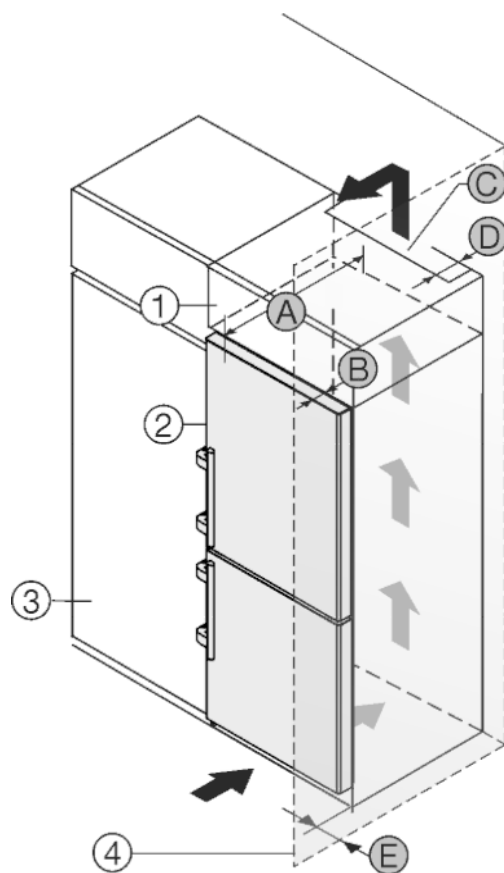

Fig. 12
Spotřebič lze zabudovat do kuchyňských skříní. K vyrovnání spotřebiče *Fig. 12 (2)* na výšku kuchyňské linky lze na přístroj nasadit nástavec *Fig. 12 (1)*.
Spotřebič lze instalovat přímo vedle kuchyňské skřínky *Fig. 12 (3)*. Aby bylo možné dvířka plně otevřít, musí spotřebič přesahovat o hloubku *Fig. 12 (B)* vůči přední linii kuchyňské skřínky. V závislosti na hloubce kuchyňských linek a použití vymezení odstupů od stěny může spotřebič vyčnívat dále.
- Na zadní straně skříňky nástavce musí být větrací šachta hluboká alespoň hloubku *Fig. 12 (D)* mm přes celou šířku nástavce skříňky.
- Pod stropem místnosti musí být dodržen ventilační průřez *Fig. 12 (C)*.
Pokud je spotřebič se závěsy instalován vedle stěny *Fig. 12 (4)*, musí být dodržena vzdálenost *Fig. 12 (E)* mezi spotřebičem a stěnou. To odpovídá přesahu madla při otevřených dveřích.